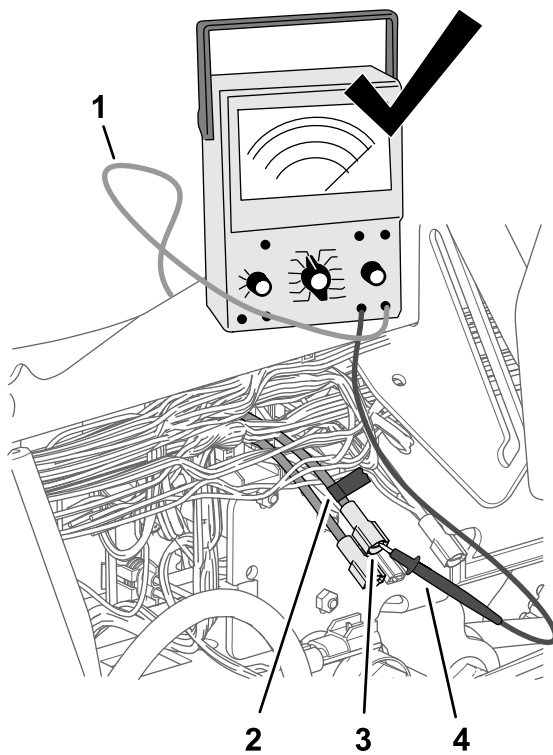

Figura 191
- Utilize um pedaço de fita para marcar o conector e fio que identificou no passo 3 (Figura 191).